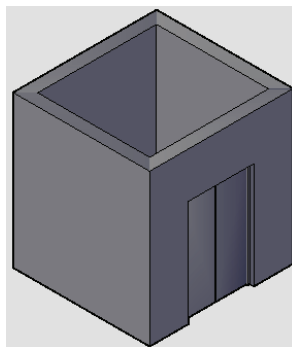

图 6-64 三维效果
5) 将当前视图转换为“西南等轴测视图”，查看电梯的三维效果，如图 6-64 所示。